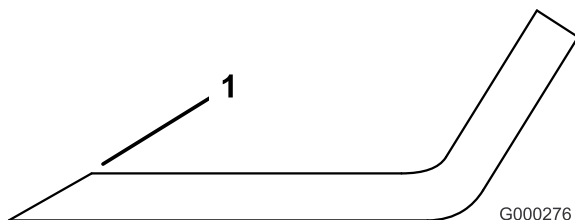

Figura 84
1. Affilate i taglienti da entrambe le estremità della lama con una lima (Figura 84). Rispettate l'angolazione originale. La lama conserva il proprio equilibrio soltanto se viene rimossa una quantità uguale di materiale da entrambi i taglienti.